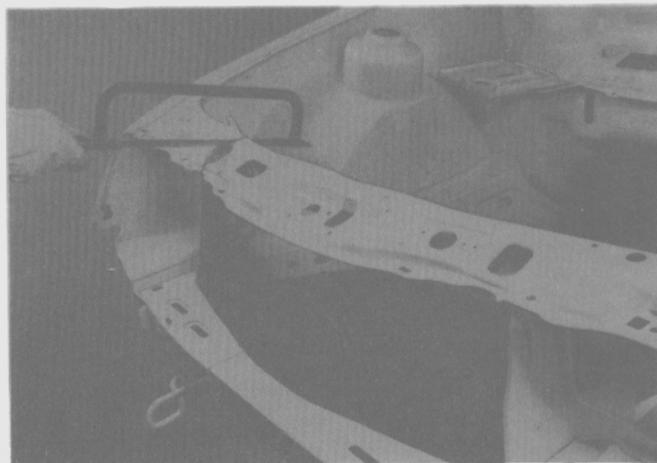

Fig. 111
- Cortar el panel del soporte del radiador a lo largo de la línea de corte con una sierra (Fig. 111).